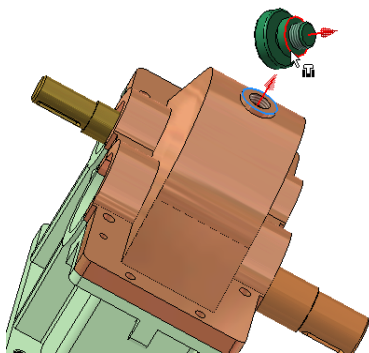

图 10-34 插入约束示意图
③对于通气器零件,也按照类似的方法进行装配即可。图 10-34 显示了添加插入装配约束时选择的零件的端面特征,同时在【放置约束】对话框中设置偏移量为零,方式选择为【反向】选项即可,单击【确定】按钮完成装配。